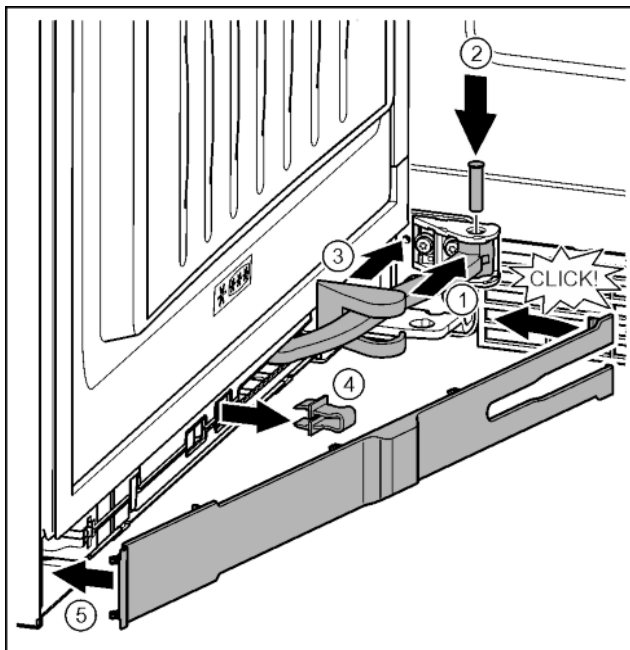

Fig. 46
- ▶ Przegub obrócić w mocowaniu. Fig. 46 (1)
- ▶ Przy pomocy śrubokręta T15 sworzeń umieścić w mocowaniu i przegubie. Przy tym zwrócić uwagę, aby krzywka zatraskowa została prawidłowo umieszczona w rowku. Fig. 46 (2)
- ▶ Osłonę płytki zawiasu przesunąć wzdłuż przegubu i zamontować nad mocowaniem. Fig. 46 (3)
- ▶ Zdjąć zabezpieczenie. Fig. 46 (4)
- ▶ Zaślepkę założyć od strony uchwytu i przechylić. Fig. 46 (5)